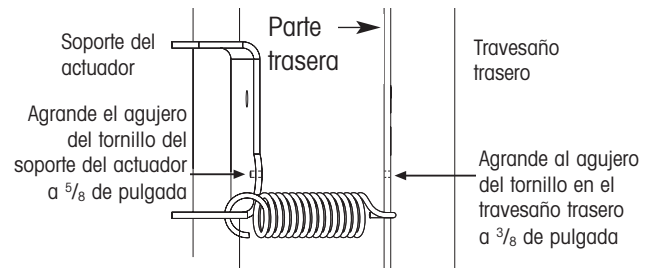

Figura 1. Incremente el tamaño de los agujeros del tornillo
1. Agrande los agujeros del tornillo en el soporte del actuador a $\frac{5}{8}$ de pulgada y en el travesaño trasero a $\frac{3}{8}$ de pulgada (Figura 1).